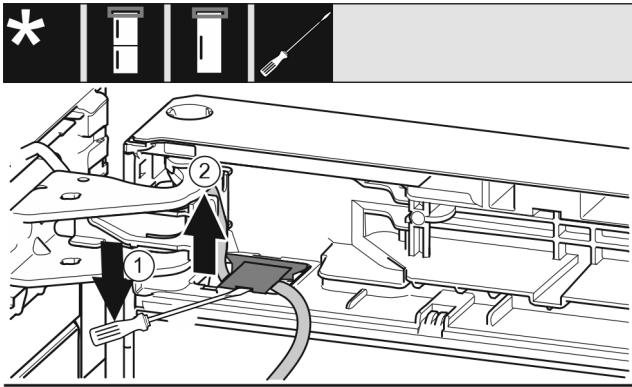

Fig. 21
- ▶ Nosta suojusta uraruuvimeisselillä ja vedä se ulos. Fig. 21 (1)
- ▶ Vedä johto ulos. Fig. 21 (2)